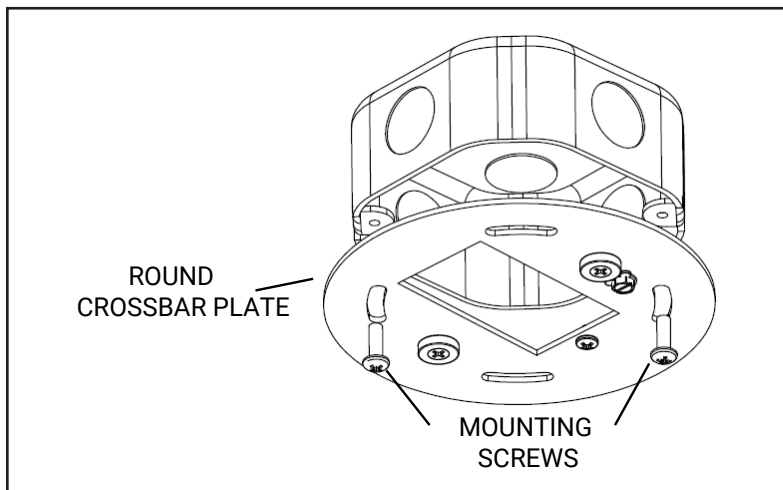

Figura 6
9. Instale la **placa redonda de cruceta** en la **caja de conexiones** utilizando **2 tornillos de montaje** (no proporcionados) (Figura 6).